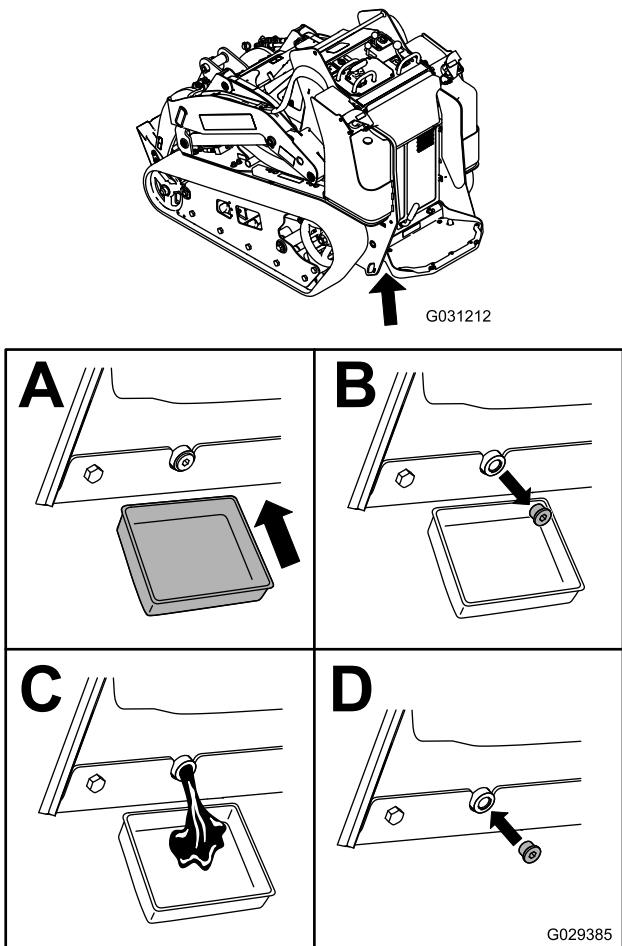

Рисунок 46
5. Слейте масло под платформой (Рисунок 46).